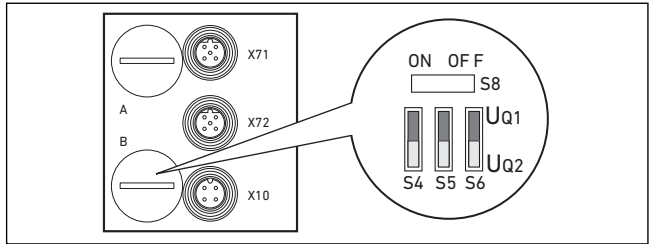

Abb. 9: Schalter S4, S5, S6 für die Zuordnung der Ventilverorgungsspannungen (U_{Q1} , U_{Q2})
Die Schalter S4–S6 für die Zuordnung der Ventilversorgung befinden sich unter der PG-Schraubkappe **B** (siehe Abb. 9). Jedem Schalter sind zugeordnet:
1. Öffnen Sie die untere Schraubkappe **B** (siehe Abb. 9 auf Seite 35).
2. Ordnen Sie mit Hilfe der Schalter S4, S5 und S6 jeder Ventilgruppe eine der beiden Versorgungsspannungen U_{Q1} oder U_{Q2} zu (siehe Tab. 14 und Abb. 9 auf Seite 35).